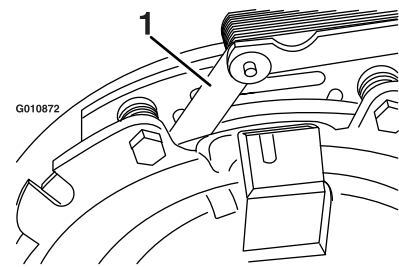
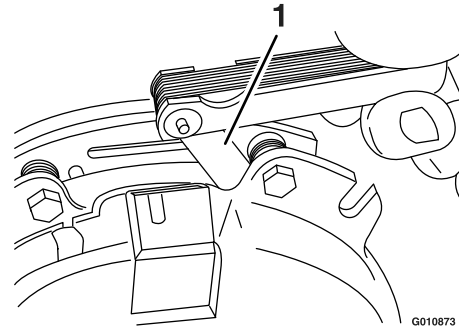

図 60
図 61
E. 厚さ 0.25 mm のすき間ゲージで、図 60 と図 61 に示すようにブレーキポールの両側でロータとアーマチャ面との間に隙間があることを確認する。